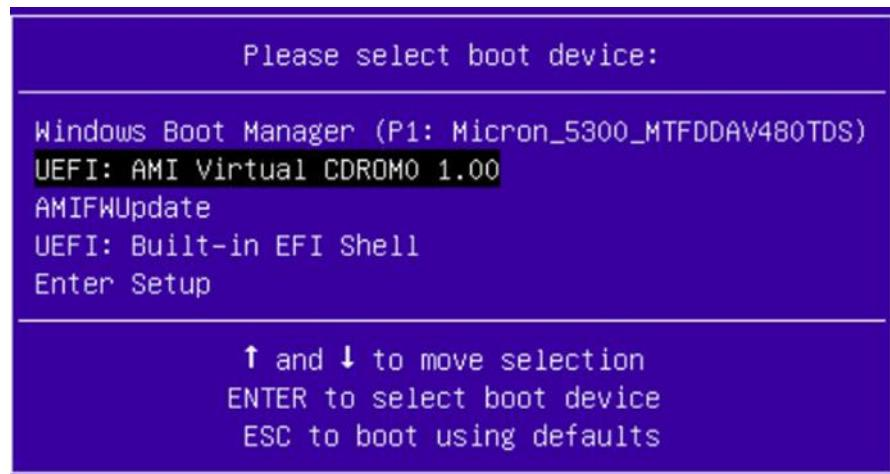

Рисунок 55 – Окно выбора загрузки OC
- выберите «AMI Virtual CDROM0» в загрузочном меню (см. Рисунок 55).